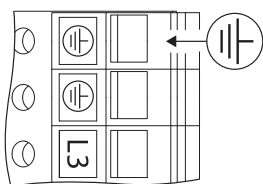

Fig. 26: Допълнително заземяване
- Съгласно EN 61800-5-1:2008-04 при мотори над 11 kW трябва да бъде свързано допълнително подсилено заземяване (виж Fig. 26).